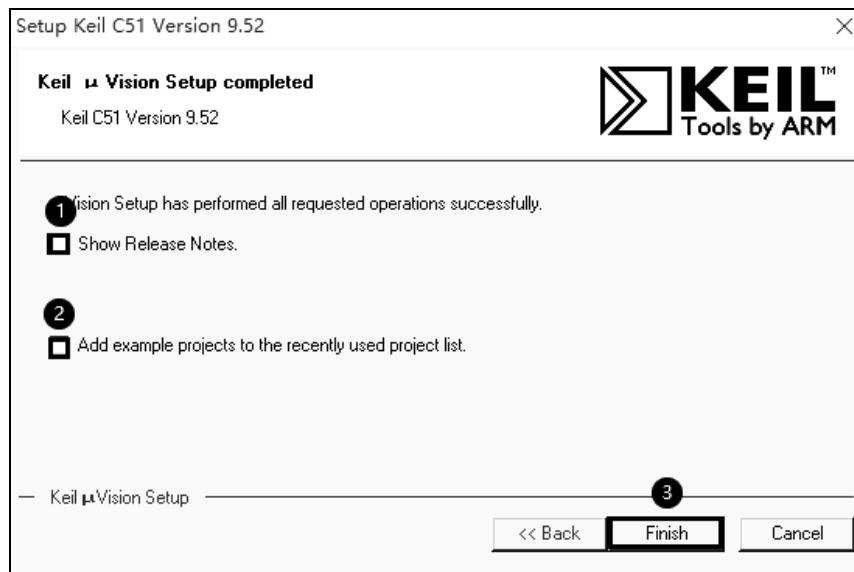

图 1-17 Keil C51 安装 5
(5) 软件安装完成后，在打开的如图 1-17 所示的界面中，取消选中“Show Release Notes”和“Add example projects to the recently used project list”复选框，然后单击“Finish”按钮。至此，Keil C51 软件安装完成。